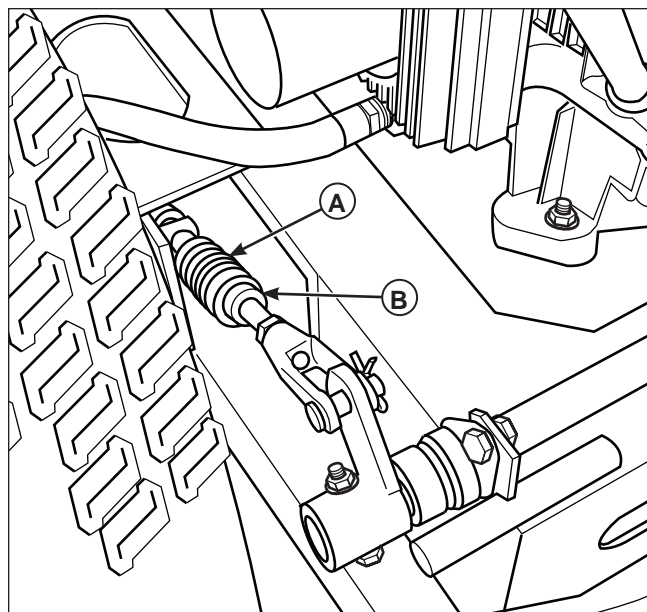

Figura 32. Ajuste del freno de estacionamiento
3. Localice los dos resortes del freno de estacionamiento (A, figura 32). Uno está ubicado en el lado posterior izquierdo de la plataforma del motor en la rueda de tracción izquierda y el otro está ubicado en el lado posterior derecho de la plataforma del motor en la rueda de tracción derecha.
4. Suelte el collarín del conjunto (B), y luego apriételo firmemente en el resorte de freno blanco. Repita el proceso en el otro lado.